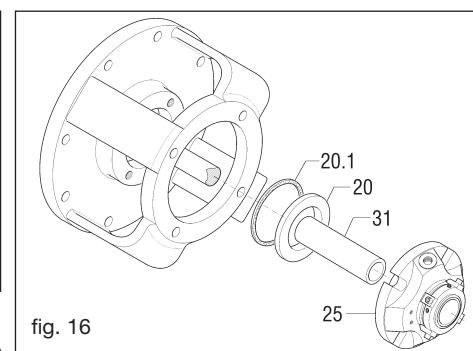

fig. 16
- Lubricar ligeramente el distanciador (31) para facilitar el montaje inicial de la junta estanca (fig. 16)